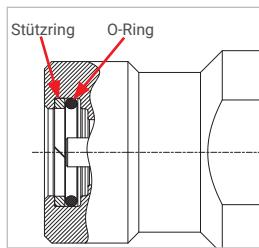

Abbildung 15
- Kontrollieren Sie vor dem Einsetzen des Nippeleinsatzes (Pos. 7) die beiden Dichtelemente (O-Ring und Stützring, Abbildung 15) auf korrekte Einbaureihenfolge, richtigen Sitz und Beschädigung. Sollten die Dichtungen beschädigt oder ähnliches sein, tauschen Sie die Dichtungen aus. Beachten Sie hierzu das Kapitel 8.4.1 Austausch der Dichtelemente im Nippeleinsatz (Pos. 7) auf Seite 84.